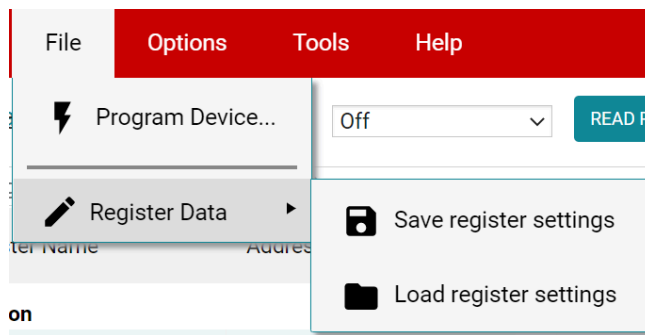

图 3-10. 保存和加载寄存器设置
- 为了方便起见，可以将寄存器设置保存起来，之后再载入任何具有相同寄存器映射的器件。为此，可转到 *File > Register Data*，如图 3-10 中所示。